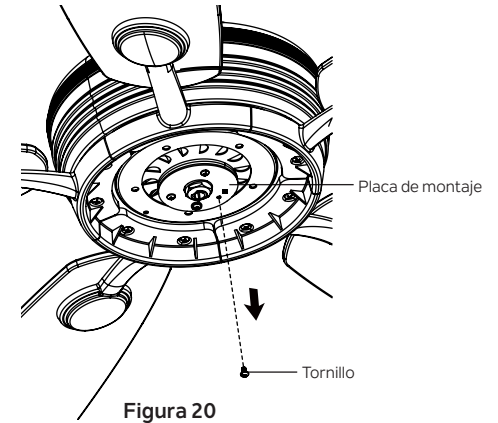

Figura 20
**Paso 1.** Retire el tornillo marcado con una etiqueta de punto marrón en la placa de montaje y guárdelo para su uso posterior. Afloje los otros dos (no los quite). (Figura 20)